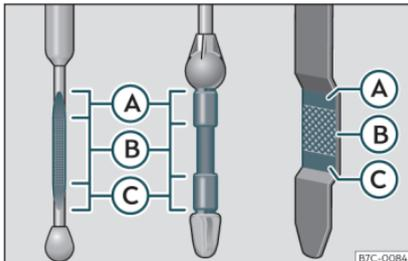

Fig. 186 Jauge d'huile moteur
- Puis retirez-la à nouveau et vérifiez le niveau d'huile»» fig. 186. Faites l'appoint d'huile moteur si nécessaire.
- Dès que le niveau d'huile atteint la zone » » » **fig. 186** ⓑ, revisez soigneusement le bouchon de l'orifice de remplissage » » » ⓐ.
Ne démarrez pas le moteur si le niveau d'huile se trouve au-dessus de la zone » » » **fig. 186 ⓐ. Risque d'endommagement du moteur et du catalyseur ! Prenez contact avec un atelier spécialisé.**
Le niveau d'huile ne doit en aucun cas dépasser la zone » » » **fig. 186 ⓐ. Sinon, de l'huile risque d'être aspirée par l'aération du carter-moteur et d'être rejetée dans l'atmosphère à travers le système d'échappement.**